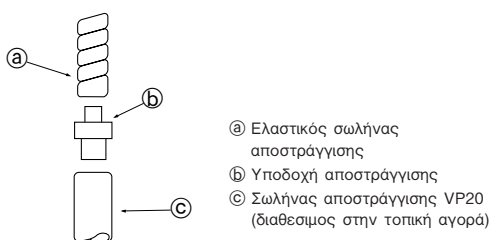
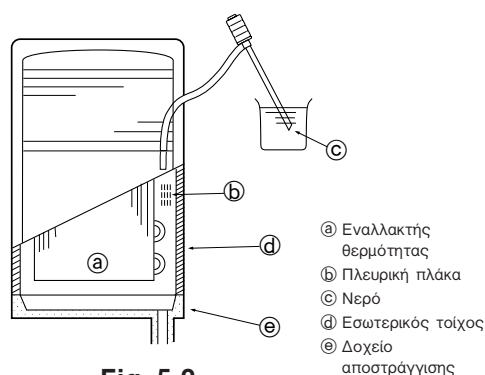

Fig. 5-1
Fig. 5-2
5.1. Εργασία στο σωλήνα αποστράγγισης (Fig. 5-1)
- Όταν συνδέετε στο VP20, χρησιμοποιήστε τη βοηθητική υποδοχή αποστράγγισης ④. Σφίξτε καλά τη σύνδεση στο σωλήνα με το συγκολλητικό βινυλχλωριδίου έτσι ώστε να μην υπάρχει κίνδυνος διαρροής.
5.2. Έλεγχος αποστράγγισης (Fig. 5-2)